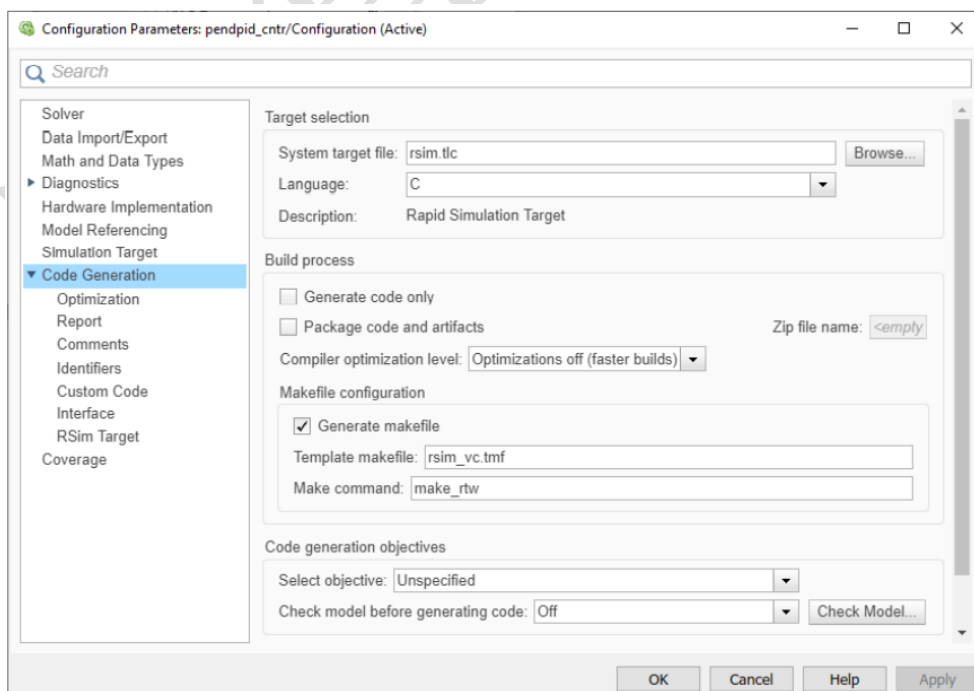

图 3.4
2. 选择 **MODELLING | Model Settings | Model Settings**，或在空白处点击右键，选择 **Model Configuration Parameters** 菜单，弹出窗口如图 3.4。